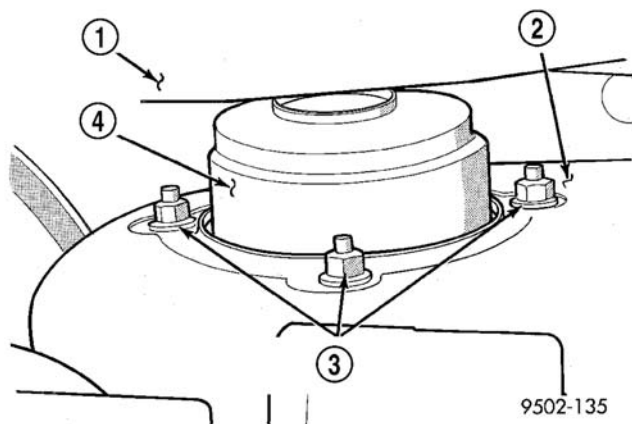

图 43 滑柱总成至滑柱钟形座连接螺母（典型）
(7) 拆卸滑柱总成上支座与滑柱钟形座相连的 3 个螺母（图 43），并从车上卸下滑柱总成。
(1) 将滑柱总成装入滑柱钟形座，将上滑柱支座上的 3 个双头螺栓对准并装入减振器钟形座内的孔中。安装 3 个上滑柱座连接螺母 / 垫圈总成（图 43）。然后用卡爪紧固 3 个连接螺母至  $28 \text{ N} \cdot \text{m}$  ( $250 \text{ in. lbs.}$ ) 的扭矩。